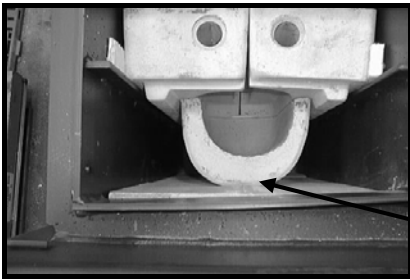

Fig. 3,1
8. Underparten monteres under højre og venstre sten. Der er medleveret 4 stk. isoleringsstrimler, hvor af det nødvendige antal placeres mellem underparten og bundfliserne, således at underparten slutter tæt mod højre og venstre sten, se fig 3,1.